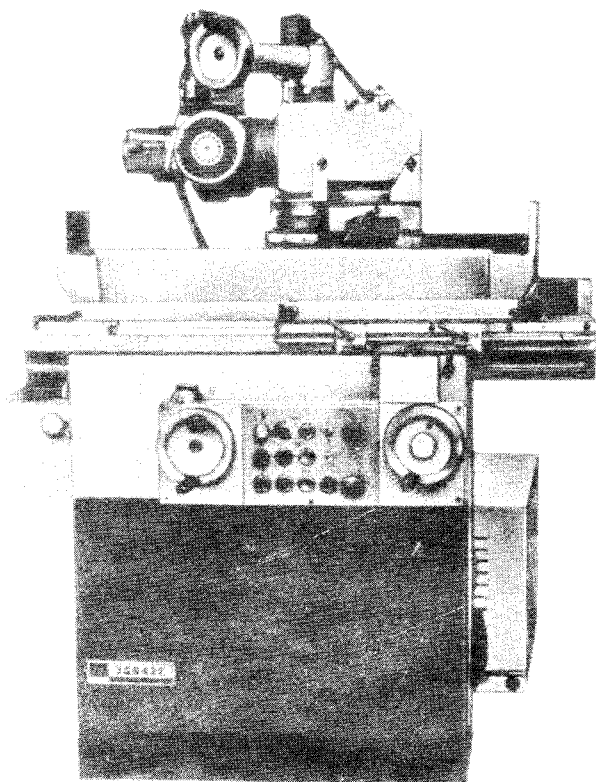

Рис. 1. Общий вид станка
1.1.1. Станок ЗД642Е (рис. 1) универсально-заточный механизированный предназначен для заточки и доводки основных видов режущего инструмента из инструментальной стали, твердого сплава и минералокерамики абразивными и алмазными кругами и кругами из эльбора.